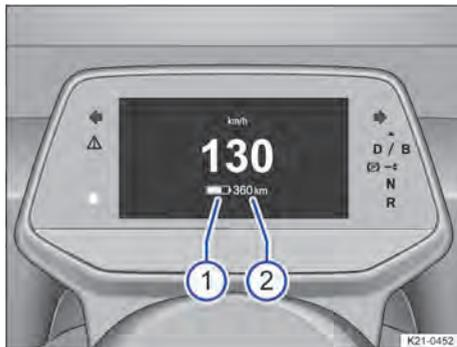

Fig. 10 No instrumento combinado digital: nível de carga da bateria de alta tensão ① e autonomia do veículo ②.
O nível de carga atual da bateria de alta tensão é indicado através do símbolo no instrumento combinado digital → Fig. 10 ①. O nível de enchimento do símbolo da bateria muda de acordo com o nível de carga.
A autonomia do veículo é expressa em quilômetros (km) ou milhas (mi), dependendo da configuração → Fig. 10 ②.